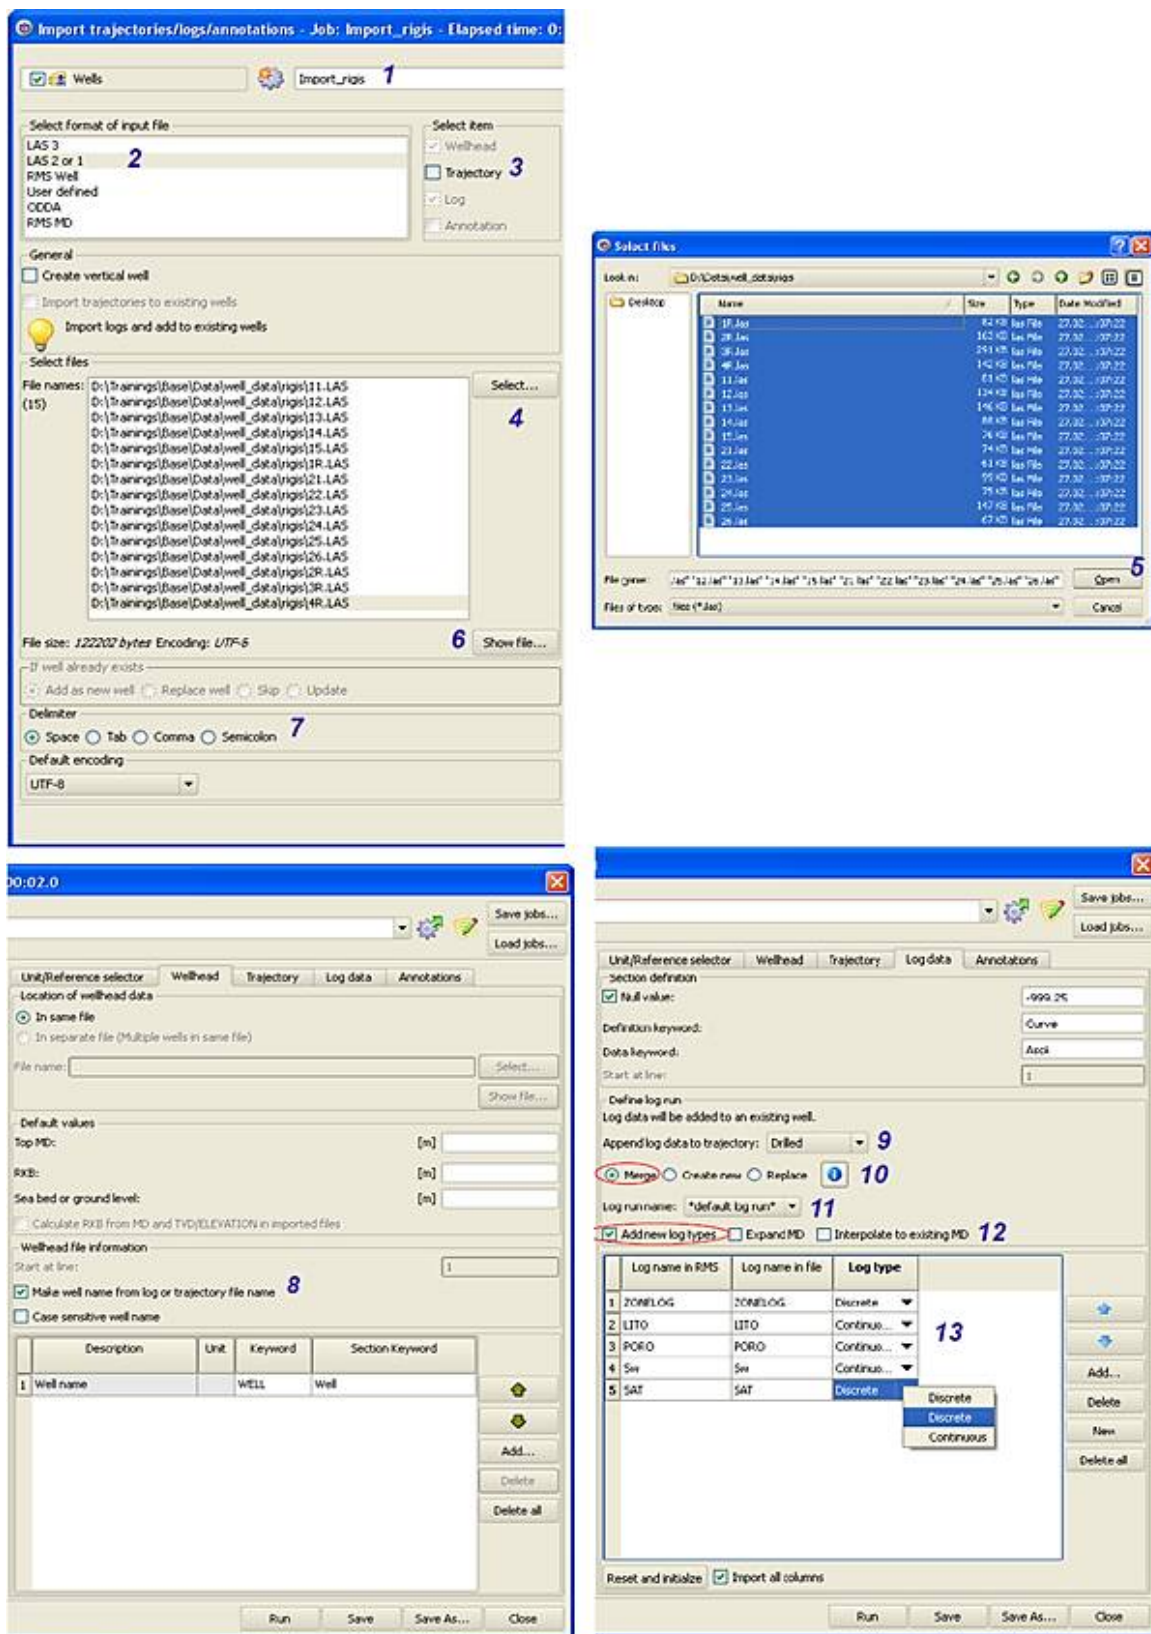

Рисунок 1.25 – Загрузка данных РИГИС
Данные РИГИС будут загружены новой задачей в панели *Import trajectories/logs/annotations (Wells – Import... – Well data...)* (рис. 1.25). Создайте новую задачу *Import_rigis* (1). В секции *Select format...* выберите формат *LAS 2 or 1* (2), а в секции *Select item* отключите *Trajectory* (3). Нажмите на кнопку *Select* (4).